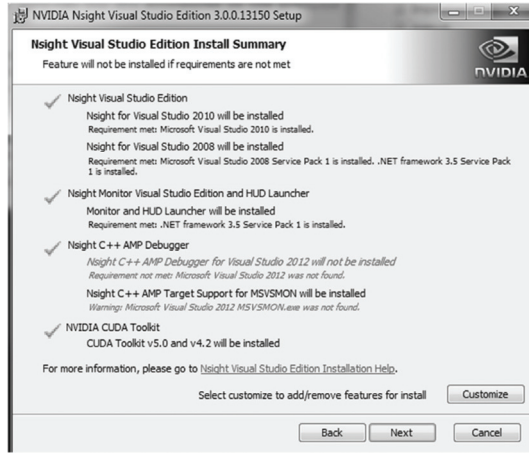

图 B.3 NVIDIA Nsight（Visual Studio 版本）的安装窗口
3. 如图 B.3 所示, 安装 NVIDIA Nsight (Visual Studio 版本)。